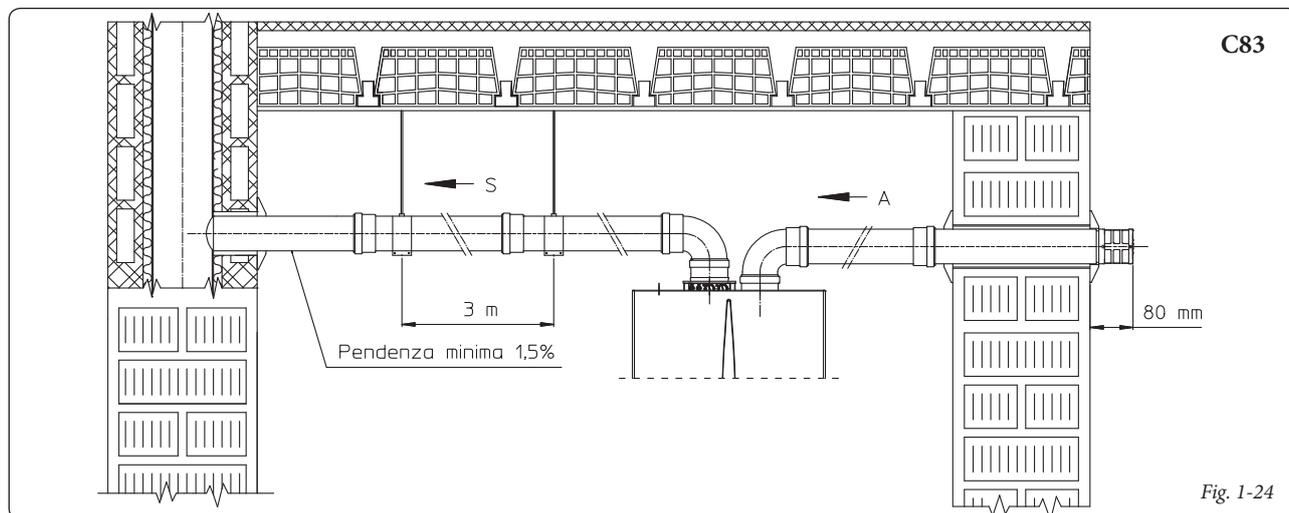

Fig. 1-24
N.B.: per favorire lo smaltimento dell'eventuale condensa che si forma nel condotto di scarico occorre inclinare i tubi in direzione della caldaia con una pendenza minima di 1,5% (Fig. 1-24).